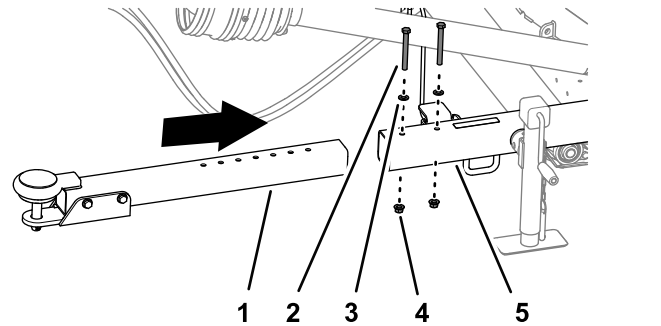

Figure 6
1. Retirez les 2 contre-écrous à embase, les 2 vis et les 2 rondelles qui fixent le tube d'attelage au tube récepteur (Figure 6).